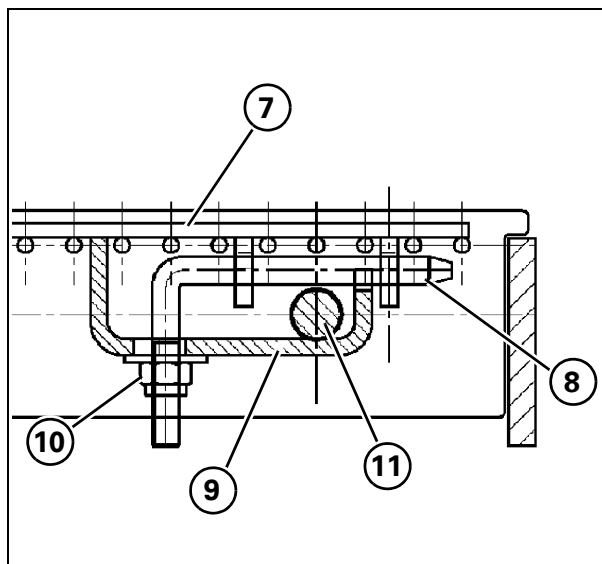

Рис. 41
- 1.) Убедитесь, что фиксаторы легко входят в отверстия заполняющей вставки (7).
- 3.) Вставьте ребра вставки между прутками подбарабалья (см. Рис. 41).
- 4.) Вставьте фиксаторы (8) (свободные концы должны находиться в вертикальном положении).
- 5.) Установите стопорные элементы (9).
- 6.) Полностью затяните гайки (10).
- 7.) Повторите процедуру крепления вставок (7) для всех прутков подбарабалья (11).